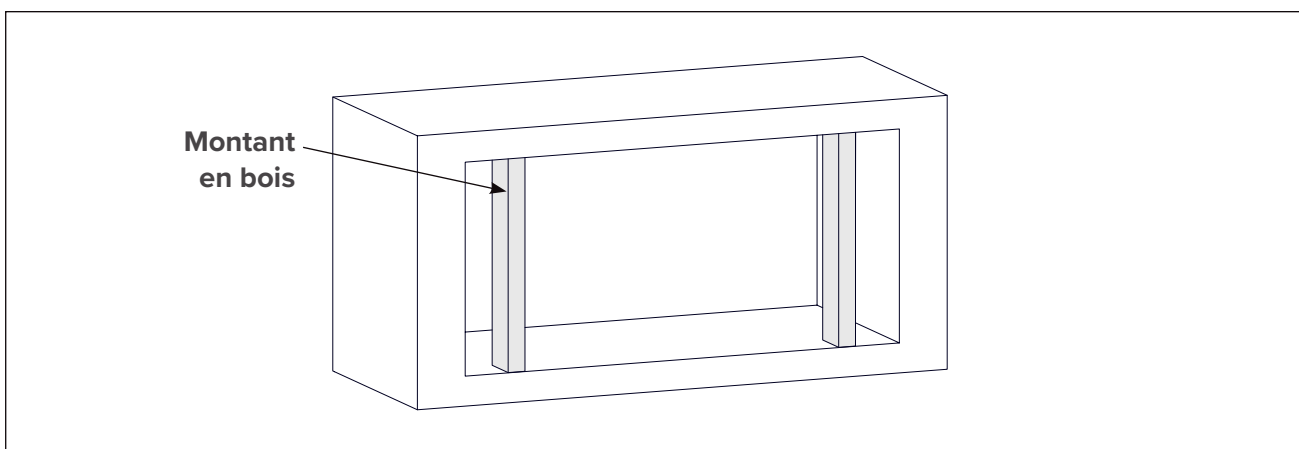

Fig. 3
- d. Si les languettes de montage ne peuvent pas être fixées directement au cadre du foyer existant, utilisez des montants en bois lorsque possible pour combler l'espace entre l'encastrement et la structure environnante. Assurez-vous que tout support supplémentaire est rigide et solidement ancré au corps du foyer (**Fig. 3**).